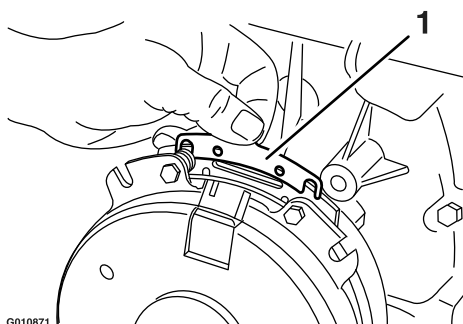

Figura 83
- B. Afferrate la linguetta sporgente con una pinza a becchi sottili o con le dita, e rimuovete lo spessore (Figura 83).
Eliminate erba, morchia e altri detriti dalla griglia del motore. In questo modo garantirete un'adeguata ventilazione e una corretta velocità del motore e ridurrete la possibilità di surriscaldamento e danni meccanici al motore (Figura 83).